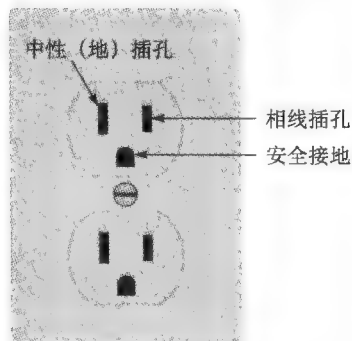

图 1-11 标准插座及其连接
大多数实验室设备连接到市电线路（“ac”），在北美地区是 120V_{rms}^②。故障的设备可能会引起“发热”致使电线不慎暴露，因此，应检查外露的电线和未封闭的设备或其他潜在的安全问题。家庭和电气实验室使用的单相市电线路使用三条绝缘的导线，分别标记为“相线”（黑色或红色线）、中性线（白线）和安全接地线（绿线）。相线和中性线中流过电流，而正常工作时绿色安全线应永远不会有电流。安全接地线连接到设备的金属外壳，并连接到房屋插座金属盒和管道上。图 1-11 指出了一个标准插座上这些导体的位置。注意，插座上的中性线插孔比相线插孔大。